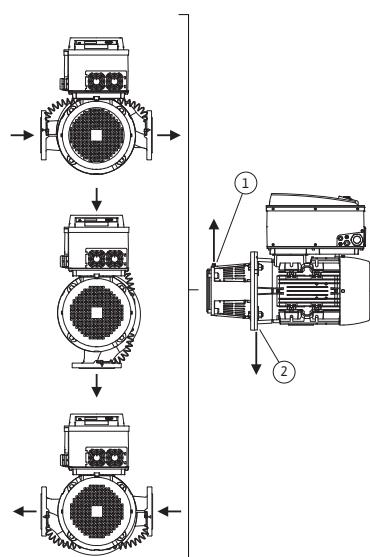
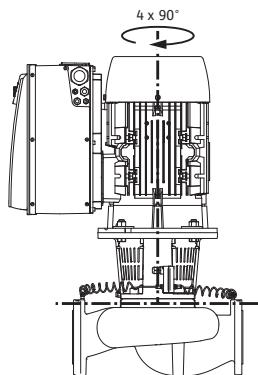

Fig. 18 : Positions de montage autorisées avec arbre moteur horizontal
Fig. 19 : Positions de montage autorisées avec arbre moteur vertical
Les positions de montage autorisées avec arbre moteur horizontal et module électronique vers le haut (0°) sont représentées sur la fig. 18. Les positions de montage autorisées avec module électronique monté latéralement ($+/- 90^\circ$) ne sont pas représentées. Toute position de montage sauf « Module électronique vers le bas » (-180°) est autorisée. Le dégazage de la pompe n'est assuré que si la soupape d'échappement pointe vers le haut (fig. 18, pos. 1). Seule cette position (0°) permet d'évacuer les condensats par les orifices existants, la lanterne de pompe et le moteur (fig. 18, pos. 2). Pour ce faire, retirer le bouchon de la bride du moteur.
Les positions de montage autorisées avec arbre moteur vertical sont représentées sur la fig. 19. Toute position de montage est autorisée, position « Moteur vers le bas » exceptée.
- La soupape d'échappement sur la lanterne (fig. 6, pos. 1.31) doit toujours pointer vers le haut pour un arbre moteur horizontal (fig. 6a). Si l'arbre moteur est vertical, toutes les orientations sont autorisées. Voir à ce propos également Fig. 18 : « Positions de montage autorisées avec arbre moteur horizontal » à la page 142 ou Fig. 19 : « Positions de montage autorisées avec arbre moteur vertical » à la page 143.